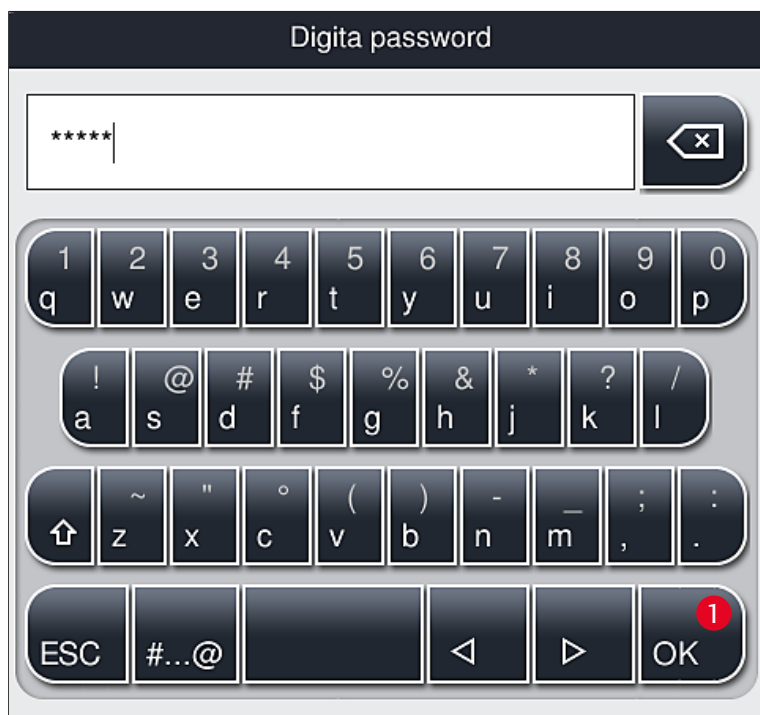

Fig. 28
- Viene visualizzata una tastiera (→ Fig. 28) che consente di digitare la password.